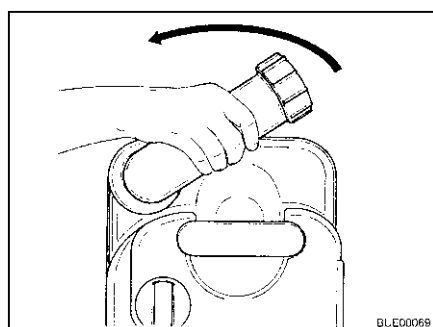

Fig. 197 Tourner la tubulure d'évacuation
- Tourner la tubulure d'évacuation vers le haut (Fig. 197).